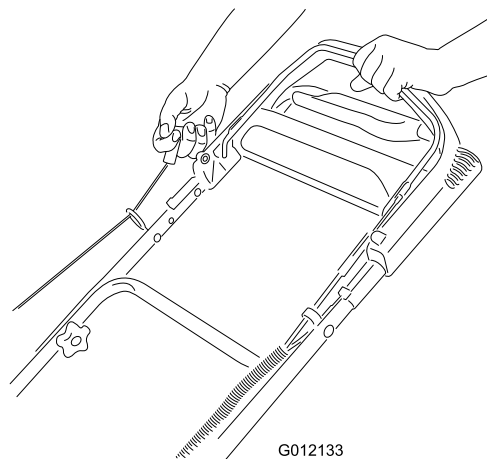

Bild 12
2. Ziehen Sie am Rücklaufstartergriff (Bild 12).